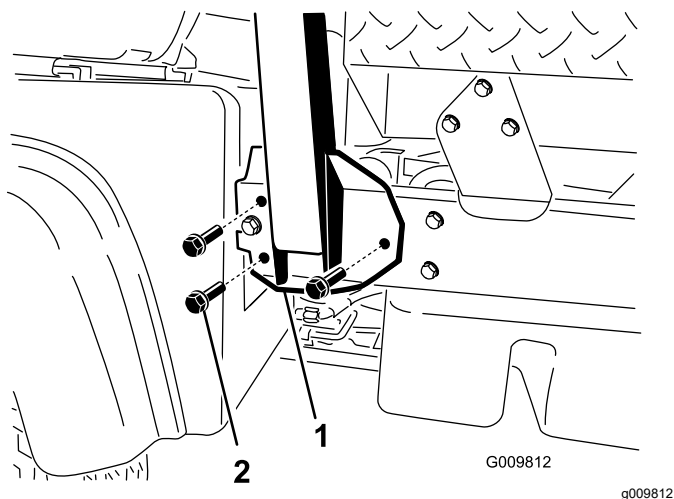

図4
1. ROPSの各サイドを、**図4**のように車両の左右のフレームの取付け穴に揃える。